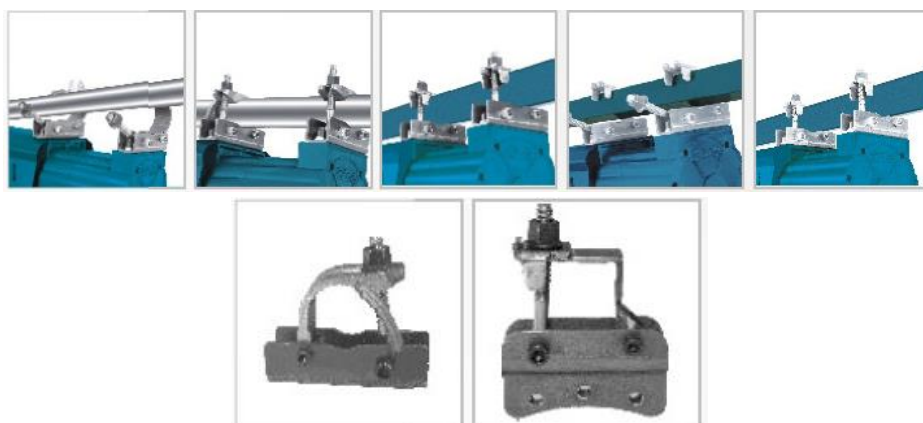

Рис.5
5. Схема установки и использования пряжки (Рис. 5)